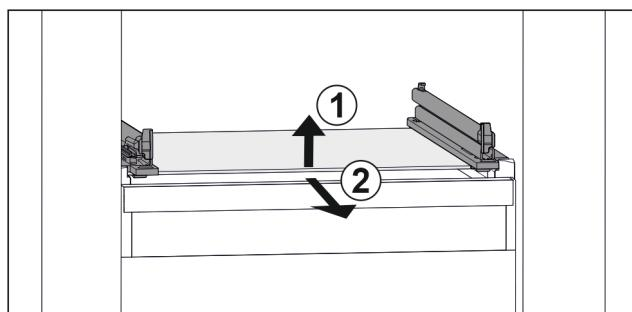

Fig. 153 Príklad zobrazenia sklenej dosky
- Nadvhnite sklenenú dosku vpred. Fig. 153 (1)
- Odoberte sklenenú dosku dopred. Fig. 153 (2)